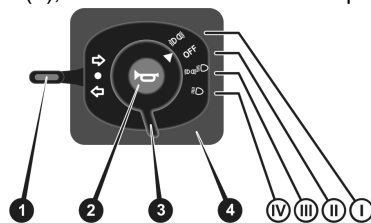

Рисунок 5.2. Перемикач режимів роботи освітлювальних приладів
Трохи нижче індикаторів на панелі приладів розміщені електроперемикачі – вмикач аварійної сигналізації та комбінований перемикач (див Рис. 5.2). Комбінований перемикач (4) у свою чергу складається з перемикача режимів роботи освітлювальних приладів (3), вмикача показчиків поворотів (1), вмикача звукового сигналу (2).